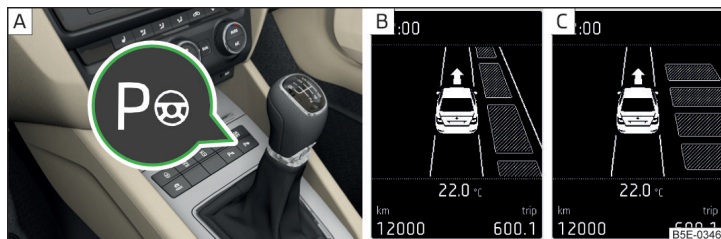

Fig. 153 Tasta sistem / Afișajul ecranului
- Procesul de parcare poate fi întrerupt oricând prin apăsarea butonului  » fig. 153 la pagina 134 sau prin intervenție asupra volanului.
Sistemul poate fi activat/dezactivat prin apăsarea butonului  » fig. 153 la pagina 134 - .
- Apăsați o dată tasta » fig. 153 - [A].
- Apăsați de două ori tasta » fig. 153 - [A].
- Apăsați tasta simbol  » fig. 153 la pagina 134.